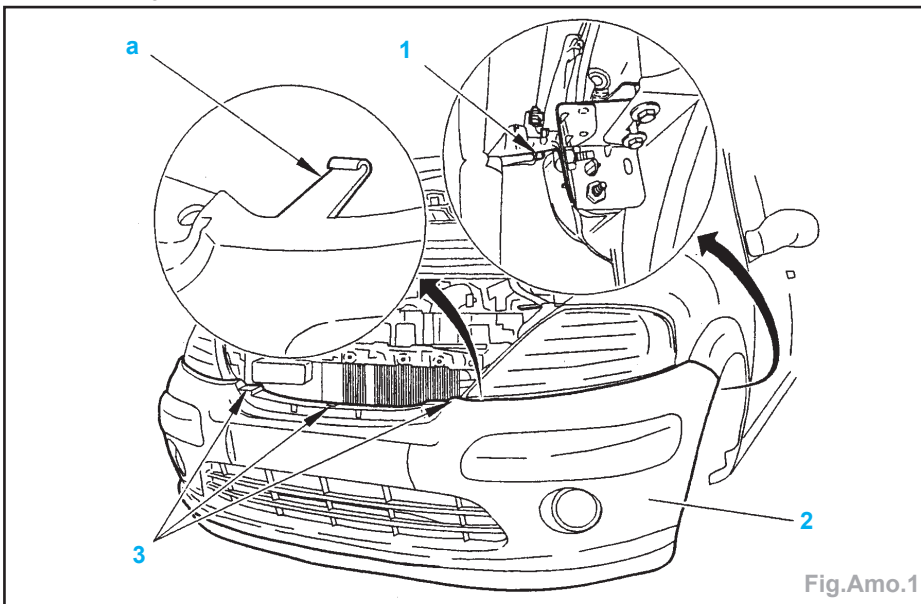

Fig.Amo.1
- Déposer (Fig.Amo.1) :
- la vis (1),
- les vis (3),
- Déposer le bouclier (2).